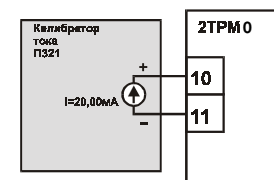

Рис. 6
4.1. Подключить к входу первого канала прибора вместо датчика калибратор токов ПЗ21, соблюдая полярность (рис. 6). Подать питание на прибор и установить на калибраторе выходной ток 20,00 мА.